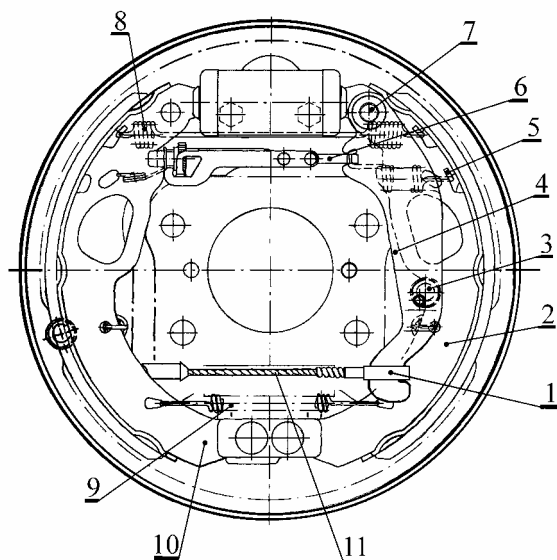

Рис.6. Задний тормоз:
- отсоединить наконечник 1, рис.6, троса 10 стояночного тормоза от рычага 4 ручного привода колодок (плоскогубцы, отвертка плоская);